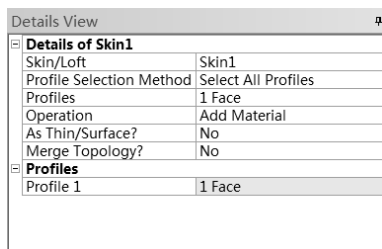

图 2-10 蒙皮/放样设置面板
(5) Skin/Loft (蒙皮/放样): 选择此命令后, 弹出如图 2-10 所示的蒙皮/放样设置面板。